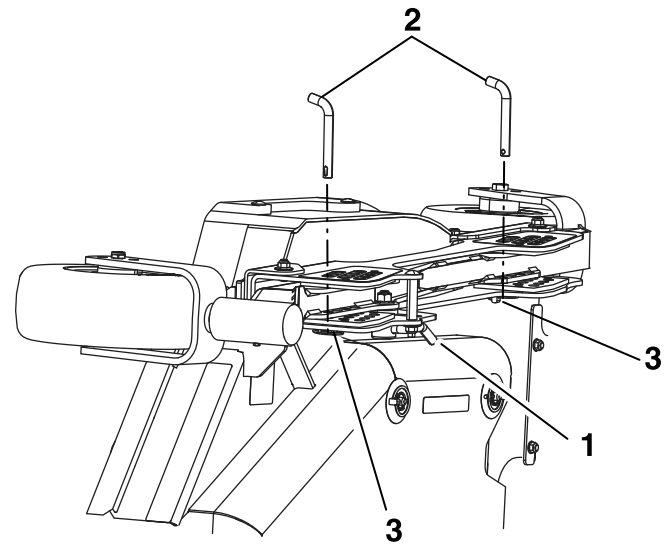

Figura 71
3. Abra los bloqueos de leva de las carcasas laterales derecha y izquierda (**Figura 71**).
4. Retire y guarde la trabilla de altura de corte de la carcasa lateral (**Figura 71**).